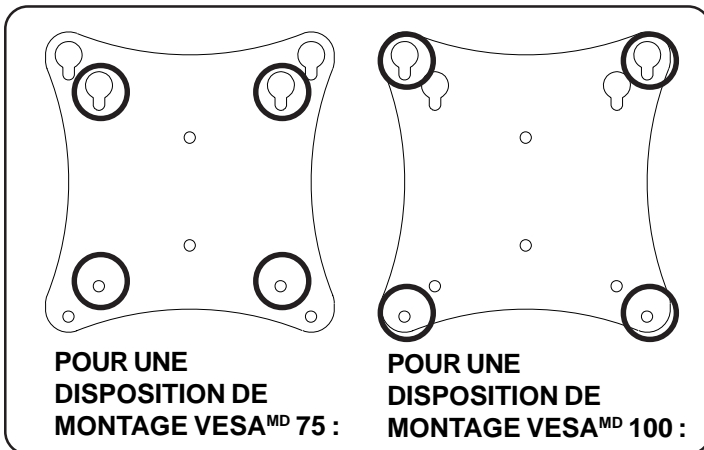

fig. 2.1
- 2** Insérez deux vis M4 x 12 mm (**F**) dans les trous supérieurs du moniteur, en laissant environ 0,64 cm (1/4 po) de filetage exposé. Accrochez les vis aux boutonnières de la plaque d'adaptation tel qu'indiqué sur les figures 2.1 et 2.2.